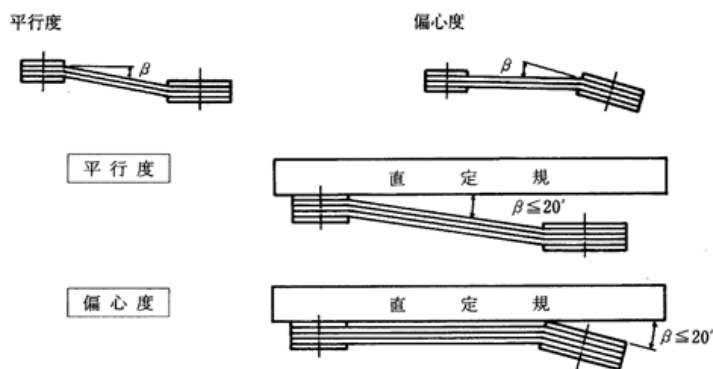
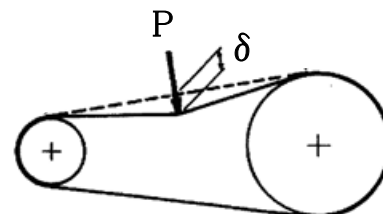

図1 平行度・偏心度
図2 たわみ量
- (1) ベルトカバーを外す。
- (2) モータの締結ネジを緩める。
- (3) モータベースの調整ボルトによりモータをブロワ側へ充分寄せ、旧ベルトを取り外す。
- (4) 新ベルトを取り付ける。ベルトが 2 本以上の場合はマッチドセットを推奨します。
- (5) モータベースの調整ボルトにより、モータをベルト引っ張り方向へ移動させながら、ブロワプーリとモータプーリの側面に定規を当て、図1を参考に平行度と偏心度を出す。同時に、図2と表1を参考に張り調整する。
- (6) モータとモータベースの締結ネジを締めてモータを固定する。
- (7) ベルトカバーを元のように取り付ける。